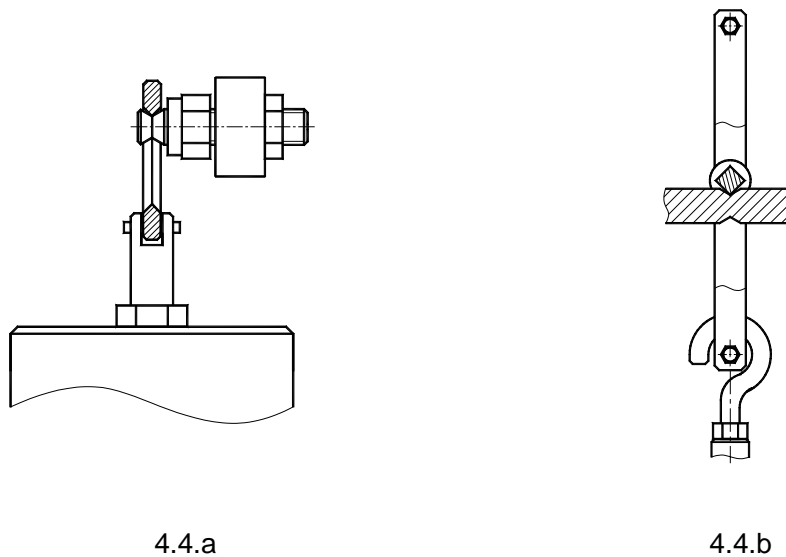

图 4.4
- 4.6 本试验机共有 4 个砝码，均在其上打有识别标记，对应图 4.1 中 1、2、3、4 位置；其中 1 号砝码为单节，2、3、4 号砝码由两节组成，分别由螺钉连接，禁止松开或调整连接螺钉，拿取砝码时应尽量保持平直，防止使螺钉弯曲。安装时打开试验机左、右侧门，拆下挡板，然后开始安装砝码。顺序为：首先装砝码 1，悬挂在下杠杆相应挂槽内；然后依次安装砝码 4、3、2，均悬挂在上杠杆上。其中 1、2 悬挂方式见图 4.4.a，3、4 悬挂方式见图 4.4.b，注意必须保证刀口正确安装在 V 型槽内。挂好砝码后，重新装好拆下的挡板。